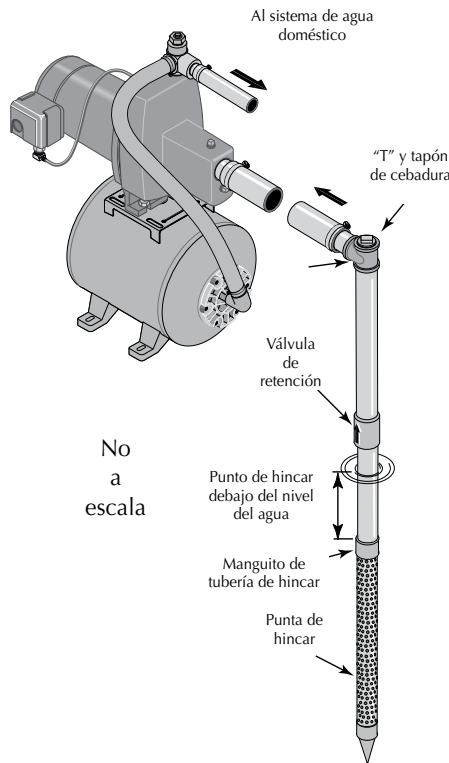

Figura 1: Instalación del punto de hincar
Instalación del punto del pozo (punto de hincar) (Figura 1)
3. Utilice el menor número de conexiones posible (especialmente codos) al conectar la tubería desde el punto del pozo al orificio de succión de la bomba. La tubería de succión debe ser por lo menos del mismo tamaño que el orificio de succión en la bomba (incluya una válvula “check” si su equipo no está equipado con una) - Vea la Figura 1. Soporte la tubería para que no haya inclinaciones verticales o hundimientos en ella a fin de que no se ejerza tensión sobre el cuerpo de la bomba y con el propósito de que no se incline ligeramente hacia arriba desde el pozo hacia la bomba (los puntos altos pueden ocasionar que se formen bolsas de aire que pueden bloquear la bomba). Selle las juntas de la tubería de succión con cinta sellante de PTFE para roscas de tubería. Las juntas deben de ser a prueba de agua y estar herméticamente cerradas. Si la tubería de succión pudiera succionar aire, la bomba no podría sacar agua del pozo. Si un punto de pozo no proporciona suficiente agua, considere la posibilidad de conectar dos o tres puntos de pozo a una tubería de succión.